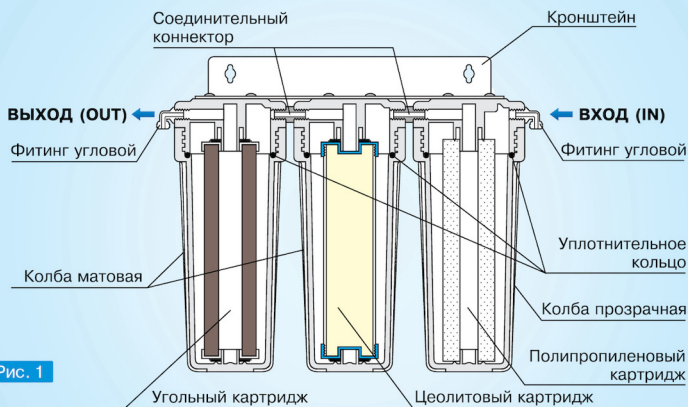

Рис. 1
- 6.2. Вкрутите угловые фитинги на входе и выходе фильтра (см. рис. 1).